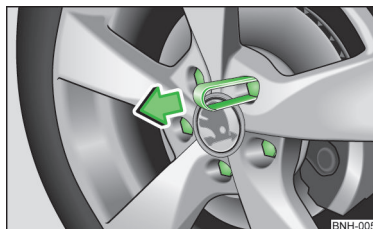

Abb. 128
- › Die Abdeckkappe in Pfeilrichtung abziehen » Abb. 128.